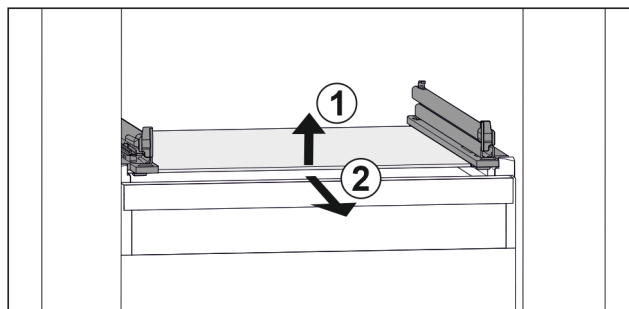

Fig. 63 Exemple de représentation de la tablette en verre
- ▶ Soulever la tablette en verre par l'avant. Fig. 63 (1)
- ▶ Retirer la tablette en verre par l'avant. Fig. 63 (2)